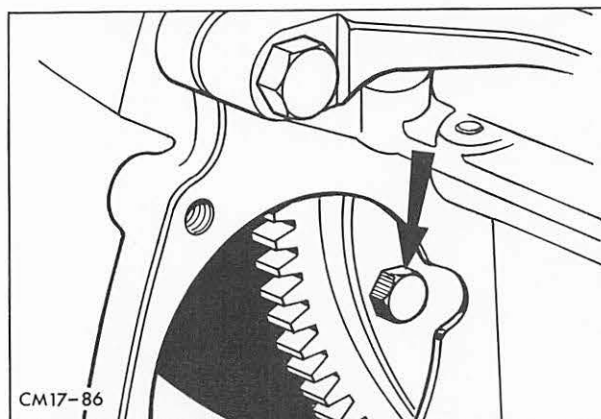

Abb. 26 Schraube, Drehmomentwandler – Mitnehmerscheibe
11. Schrauben, Drehmomentwandler – Mitnehmerscheibe durch die Anlasseröffnung entfernen. Abb. 26